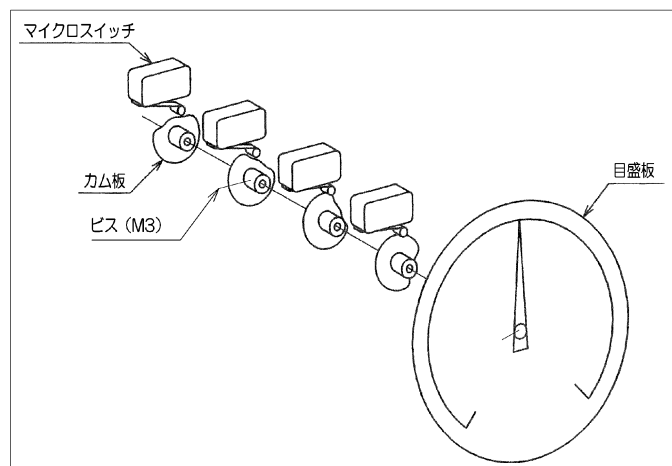

図9.LT 接点の調整
- 6.2.2. 計器背面に正対し、発信器に組み付いているマイクロスイッチに貼付されている接点識別で調整する部分を確認します。(図9)